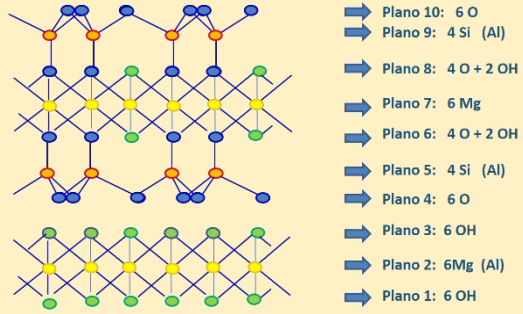

Figura 4. Estructura simplificada de la clorita.
3. **Estructura de la clorita.** La clorita está formada por 4 capas por hoja. Se entiende bien su estructura si se observa que puede formarse adicionando una capa trioctaédrica (planos 1, 2 y 3) a la estructura de talco, que se forma mediante dos capas de tetraedros Si-O y una capa trioctaédrica (figura 4). En las capas trioctaédricas, los huecos de los octaedros están rellenos por cationes Mg^{2+} .